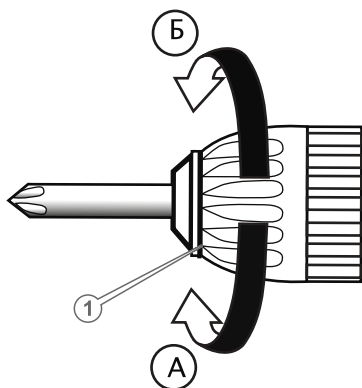

Рисунок 2. Схема фіксації змінної насадки в ручному свердлильному патроні.
2. Повернути рукою зовнішню обойму (1, рис. 2) ручного свердлильного патрона проти ходу годинникової стрілки (А, рис. 2), щоб відкрити затискні кулачки на потрібний діаметр свердла або біти.
4. Повернути рукою зовнішню обойму швидкозатискного свердлильного патрона за ходом годинникової стрілки (Б, рис. 2).